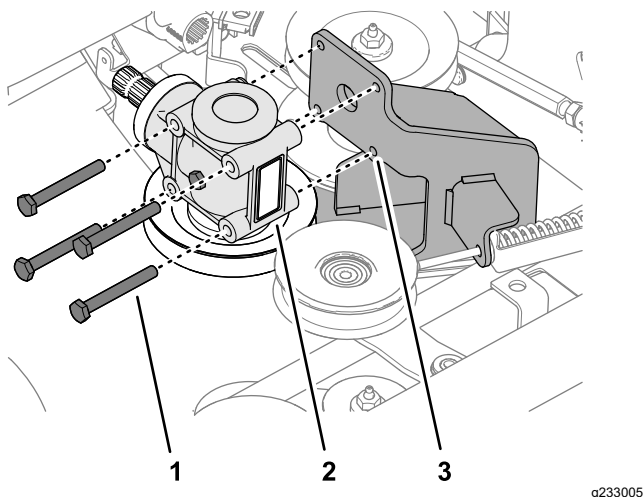

Figura 118
2. Remova os 4 parafusos que fixam a caixa de velocidades da plataforma do cortador ao suporte da caixa de velocidades (Figura 118).
1. Alinhe os orifícios da caixa de velocidades da plataforma do cortador com os orifícios no suporte da caixa de velocidades; consulte Figura 118 em Remoção da caixa de velocidades (página 79).